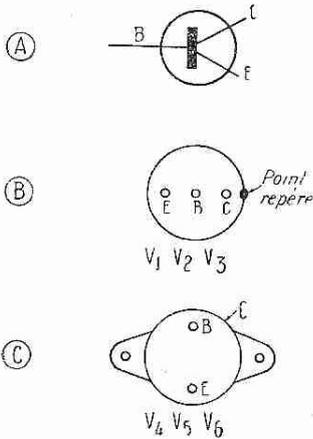

FIG. 2
**Liaisons entre le rotacteur et la platine :** Nous avons déjà détaillé en examinant le schéma de principe des liaisons A, B, C, D entre le rotacteur et la platine ou d'autres éléments du montage. Les liaisons sont réalisées sur la partie supérieure de la plaquette à circuits imprimés du rotacteur. Les sorties s'effectuent sur de petites cosses facilement repérables, car la partie supérieure de la plaquette comporte les résistances et condensateurs du schéma de principe de la figure 2.
Leur branchement est indiqué par la figure 2 et il est valable pour les types indiqués plus haut.